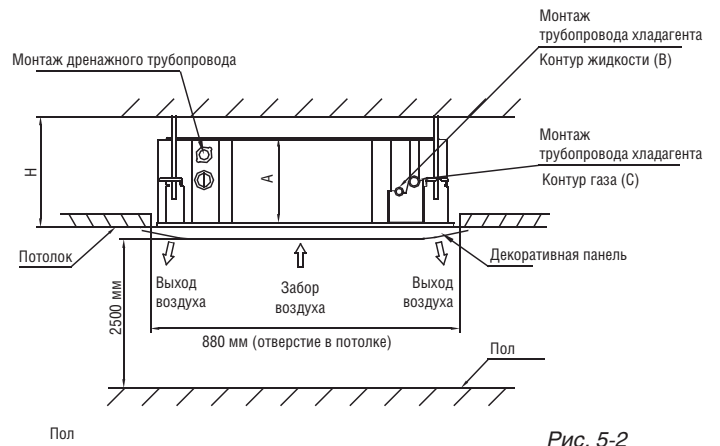

Рис. 5-2
- По форме бумажного установочного шаблона вырежьте в потолке квадратное отверстие 880 x 880 мм. (См. рис. 5-2)